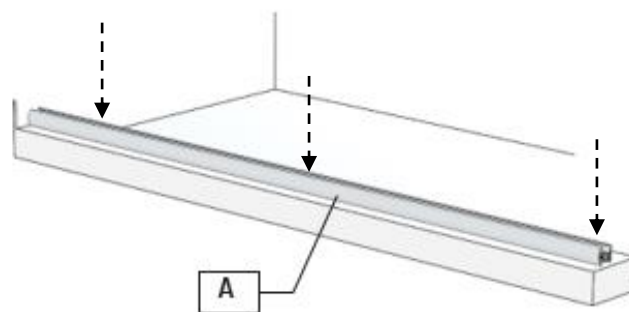

Fig 1c
2. Remove the paper backing from the pre-installed double-face tape and firmly attach the **Sill (A)** to the threshold. (**Fig 1c**)
2. Retirez le support en papier du ruban adhésif double face préinstallé et fixez fermement le seuil (A) au seuil. (Figure 1c)